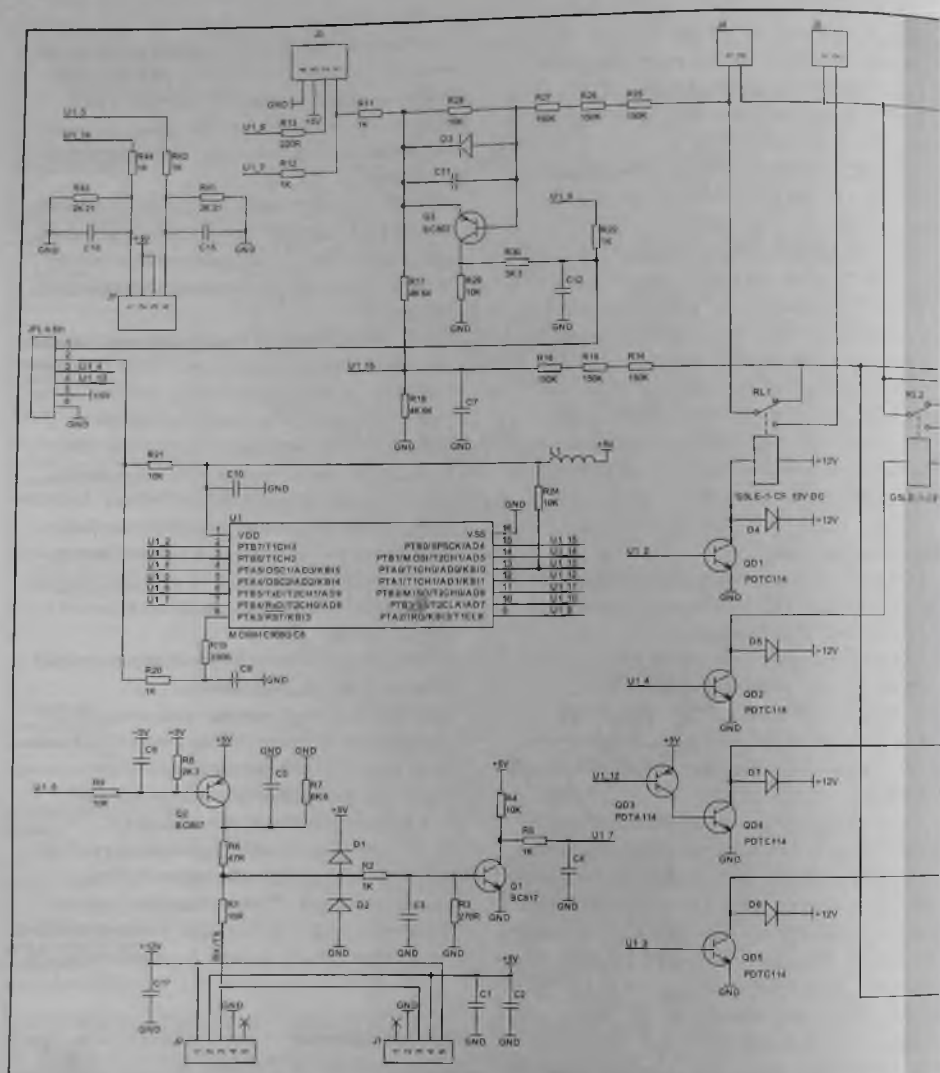

Рис. 4. Принципиальная электрическая схема
- Цепь приема сигнала с датчика температуры сушки: контакт 1 соединителя J7 (см. рис. 4) — R43, C16 — R44 — выв. 14 U1.
– контроль реле RL3 — нижний по схеме (рис. 4) контакт силовой группы реле —
Как описано выше, переключение силовых цепей суши и ТЭН нагрева воды (режим стирки) обеспечивает реле RL1. Включение режима суши (что соответствует нижнему положению переключателя реле — см. рис. 2) контролируется МК U1. Сигнал снимается с контакта 1 соединителя J5 (контакт 2 соединителя J8) и далее поступает по цепи: R14-R16 — R18, C7 — выв. 15 U1 (рис. 4).
– MOSI, MISO (выход и вход последовательных данных) соединены с выв. 4 и 13 U1. Указанные выводы МК по умолчанию не предназначены для поддержки линий интерфейса SPI — они эмулированы программно. Для этих целей задействованы универсальные порты ввода/вывода PTA5 и PTA0 МК. На самом деле штатными выводами микроконтроллера приема/передачи данных интерфейса SPI являются выв. 11 и 14 (см. рис. 4), но в данной схеме они задействованы в других цепях.